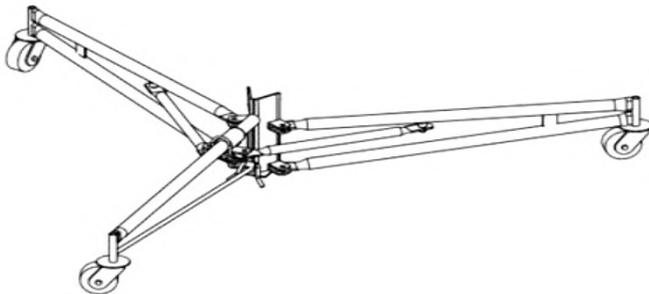

Figure 13
- Lorsque toutes les pattes sont connectées, l'assemblage de la base finale se présente comme indiqué sur la figure 13.